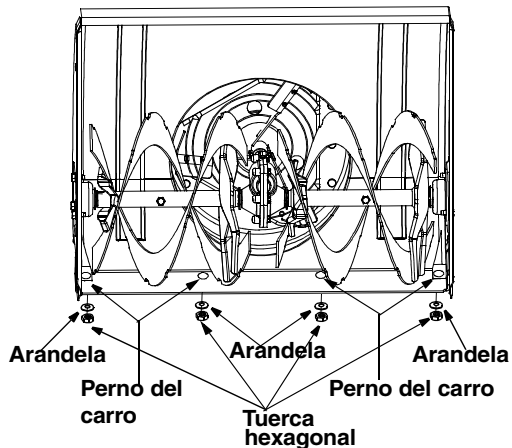

Figura 24
- Para extraer la placa raspadora, extraer primero la zapata deslizante. A continuación extraer los pernos del carro, las arandelas belleville y las tuercas hexagonales, que fijan la placa raspadora al bastidor de la limpiadora de nieve. Ver la Figura 24 para la ubicación de la placa raspadora.